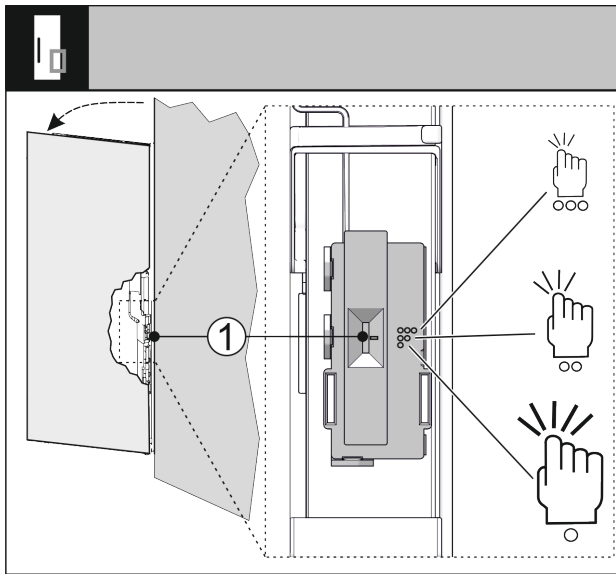

Fig. 34
Knackningssensornas känslighet kan ställas in via en brytare *Fig. 34 (1)*. Brytaren sitter på gångjärnssidan på dörrens nedre tredjedel.
- ▶ Skjut brytaren *Fig. 34 (1)* till önskat brytarläge.